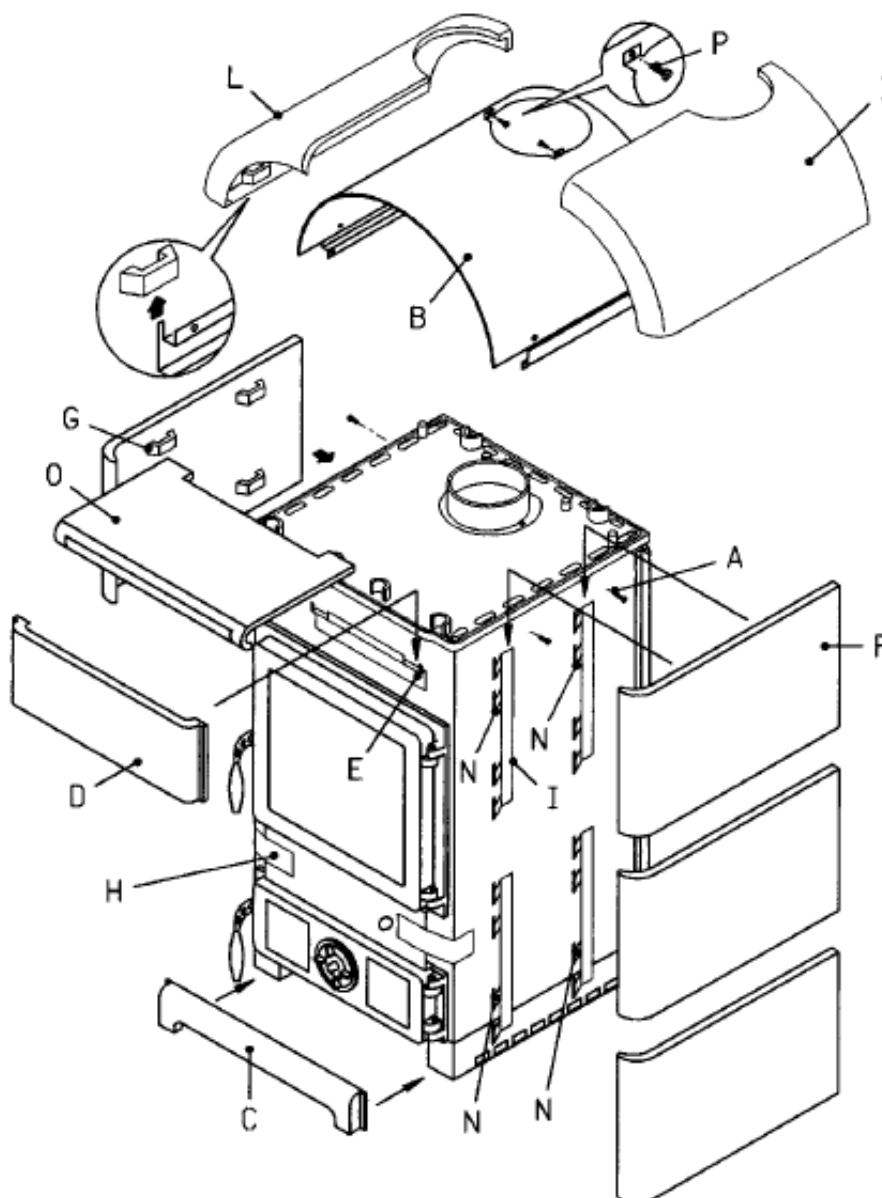

Figure 9
- 1- Dévisser les 4 vis (Figure 9 – **A**), qui se trouvent dans la paroi supérieure du poêle sous la taque en fonte.